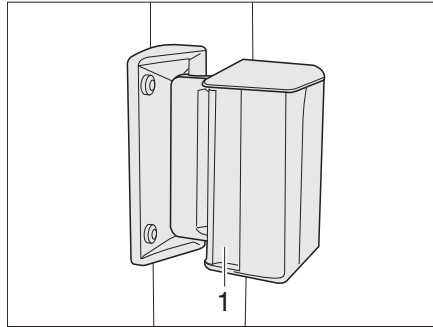

Fig. 61 Ventana corredera
- Presionar el tirador (Fig. 61,1) y, al mismo tiempo, empujarlo o tirarlo hacia delante o hacia atrás.